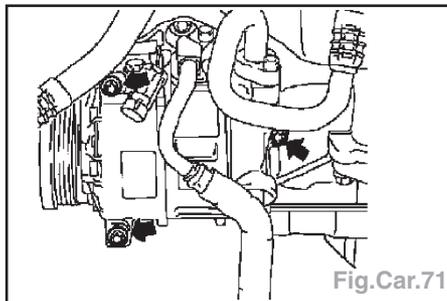

Fig.Car.71
- Déposer le compresseur par le bas (Fig.Car.71).